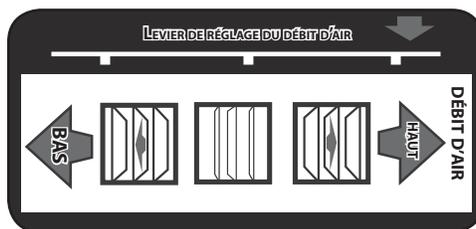

Figure 3-3
2. Déplacez le levier de réglage vers la gauche pour diriger le débit d'air vers le bas et déplacez-le vers la droite pour diriger le débit d'air vers le haut. Voir Figure 3-3.